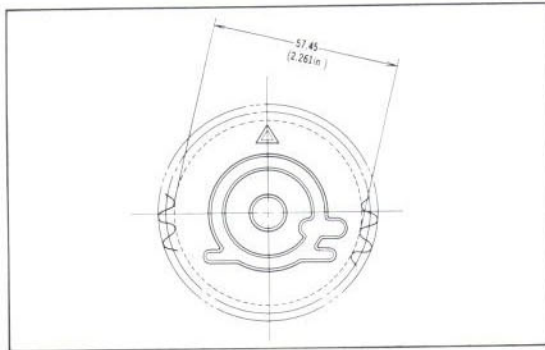

Fig. 2.18 Cam sprocket
8. Cam sprocket root diameter. (Fig. 2.18)